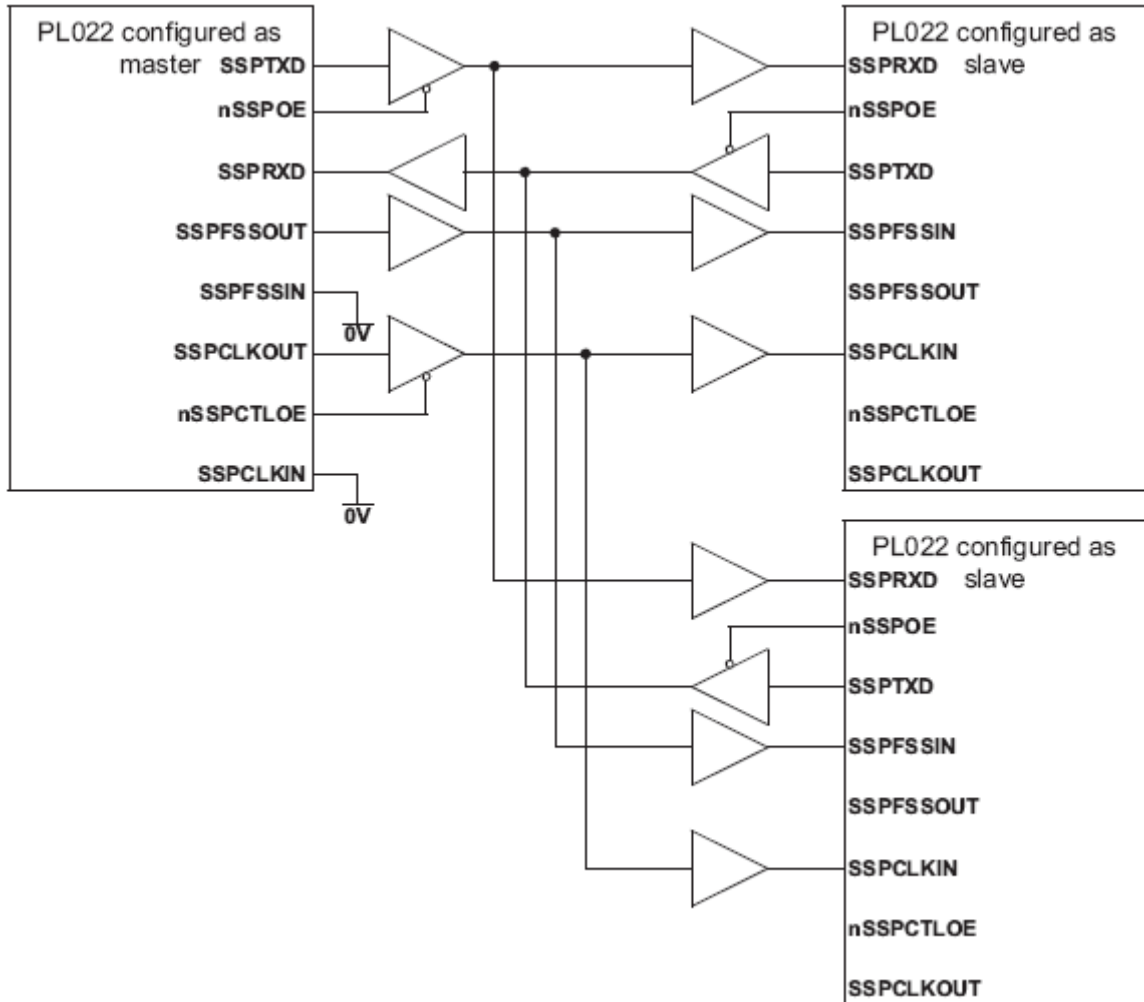
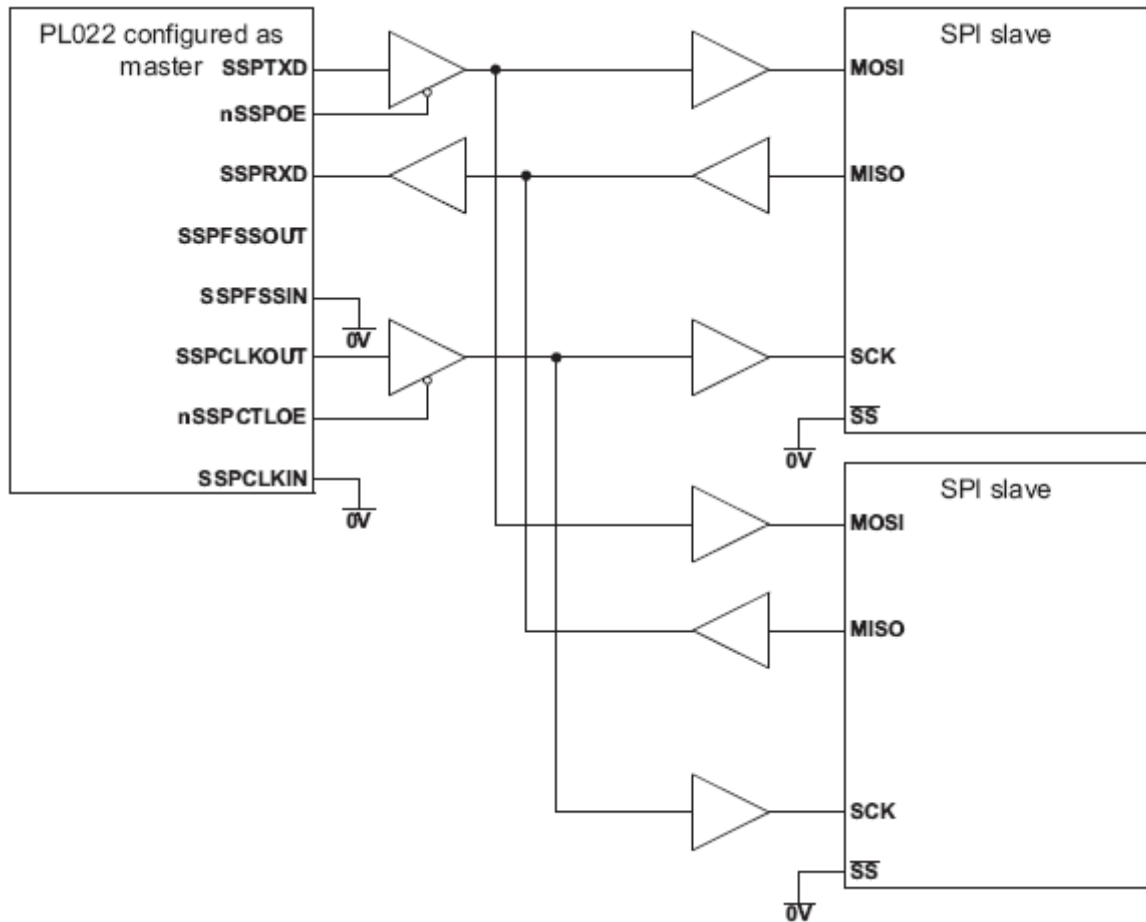
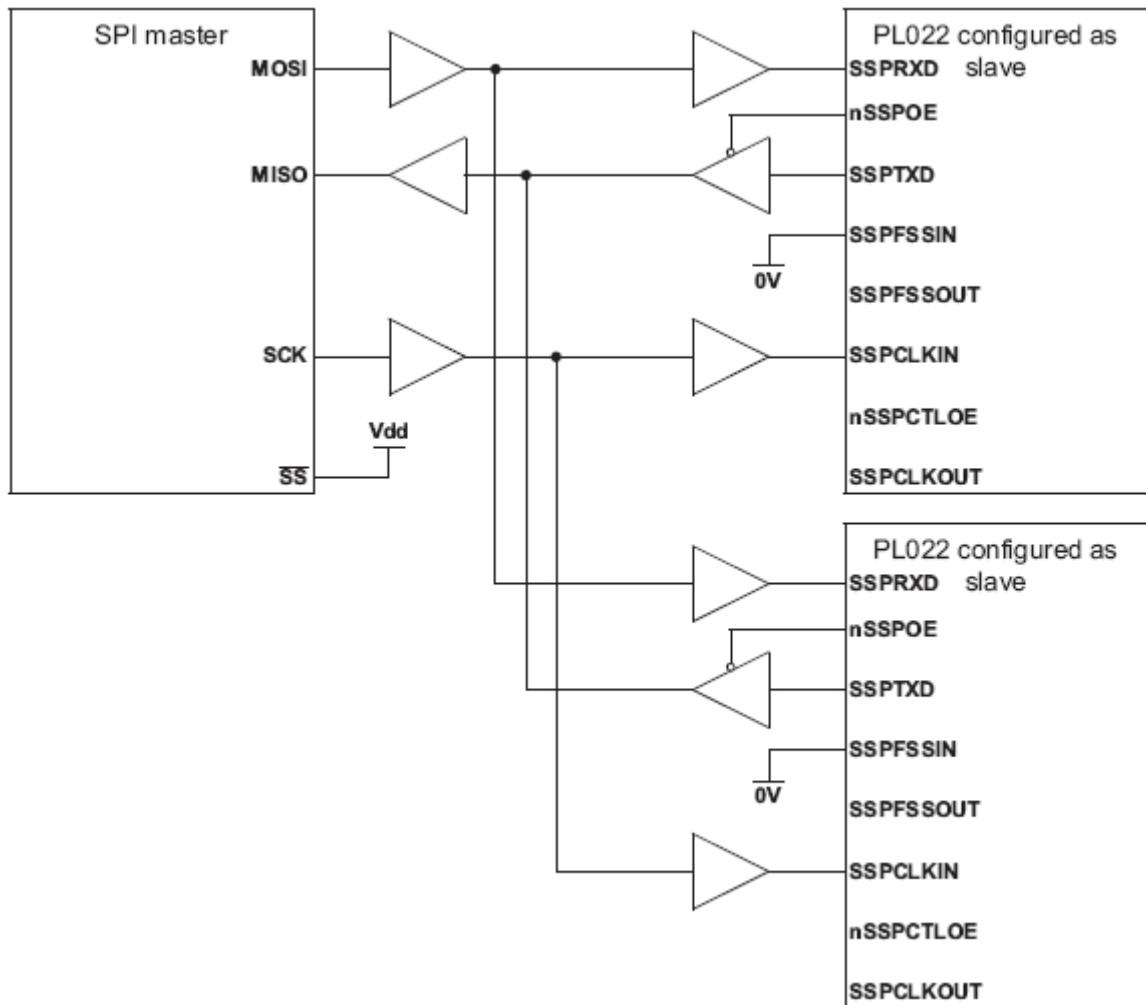

Рисунок 111 – Ведущее устройство SSP подключено к двум ведомым
Рисунок 112 – Ведущее устройство SSP подключено к двум ведомым, поддерживающим SPI
Рисунок 113 – Ведущее устройство, протокол SPI, подключено к двум ведомым модулям SSP
На рисунках Рисунок 111, Рисунок 112, Рисунок 113 показаны варианты подключения модуля SSP к периферийным устройствам, работающим в ведущем или ведомом режиме.
Рисунок 111 показывает совместную работу трех модулей SSP, один из которых сконфигурирован в качестве ведущего, а два – в качестве ведомых устройств. Ведущее устройство способно передавать данные циркулярно в адрес двух ведомых по линии SSP_TXD.
Рисунок 112 показывает подключение модуля SSP, сконфигурированного как ведущее устройство, к двум ведомым устройствам, поддерживающим протокол SPI фирмы Motorola. Внешние устройства сконфигурированы как ведомые путем установки в низкий логический уровень сигнала выбора ведомого устройства Slave Select (SS). Как и в предыдущем примере, ведущее устройство способно передавать данные в адрес ведомых циркулярно по линии SSP_TXD. Ответная передача данных на входную линию SSP_RXD ведущего устройства одновременно осуществляется только одним из ведомых по соответствующей линии MISO.
Рисунок 113 показывает ведущее устройство, поддерживающее протокол SPI фирмы Motorola, соединенное с двумя модулями SSP, сконфигурированными для работы в ведомом режиме. Линия Slave Select (SS) ведущего устройства в этом случае установлена в высокий логический уровень. Ведущее устройство осуществляет передачу данных по линии MOSI циркулярно в адрес двух ведомых модулей.